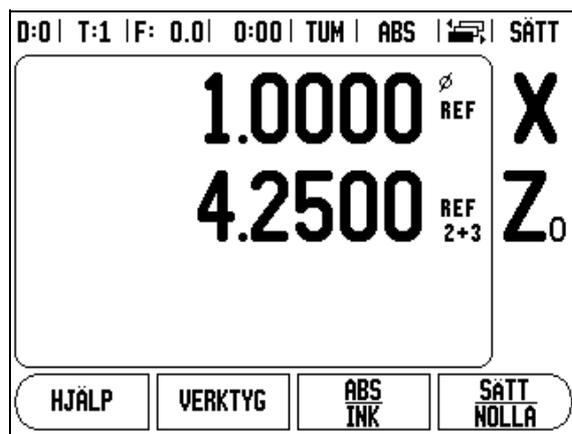

Fig. II.4 Habilitar el acoplamiento Z
- ▶ Pulsar las teclas numéricas asociadas a la entrada del sistema de medida situada en la parte posterior de la unidad. Pulsar las Softkeys **+** o **-** para asociar una segunda entrada a la primera. Los números de entrada se visualizan junto a la etiqueta de eje indicando que la posición es una posición acoplada (esto es "2 + 3"). Ver Fig. II.4.
Para acoplar el eje Z0 y el eje Z, y visualizar el resultado en la visualización Z0, pulsar durante 2 segundos aproximadamente la tecla Z0. La suma de las posiciones Z se mostrará en la visualización Z0, y la visualización Z se pondrá en blanco. Ver Fig. II.4.